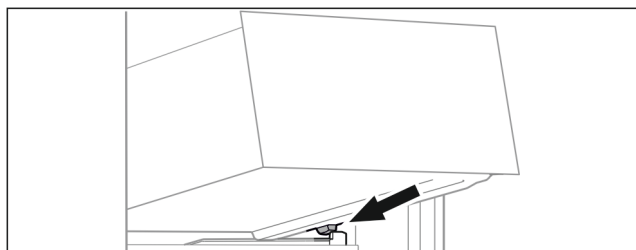

Fig. 71
- ▶ Założyć szufladę pod skosem za stoperami na żebró pojemnika. (patrz Fig. 71)